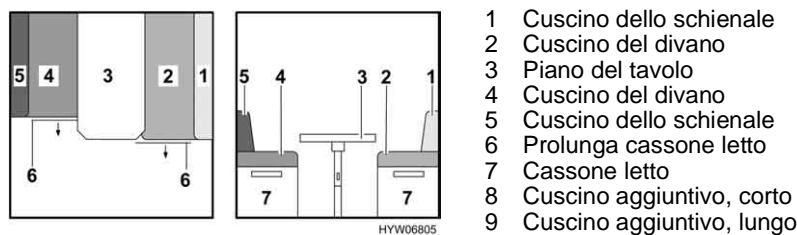

Fig. 42 Prima della trasformazione
- Sollevare leggermente il piano del tavolo in avanti (Fig. 42,3).
- Sistemare i due cuscini del divano (Fig. 42,2 e Fig. 42,4).